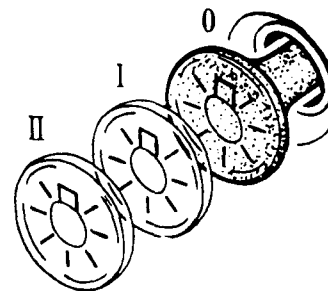

Рис. 5.10. Положения ручки центрального переключателя света
- 20 — центральный переключатель света (рис. 5.10). Переключатель имеет три положения: